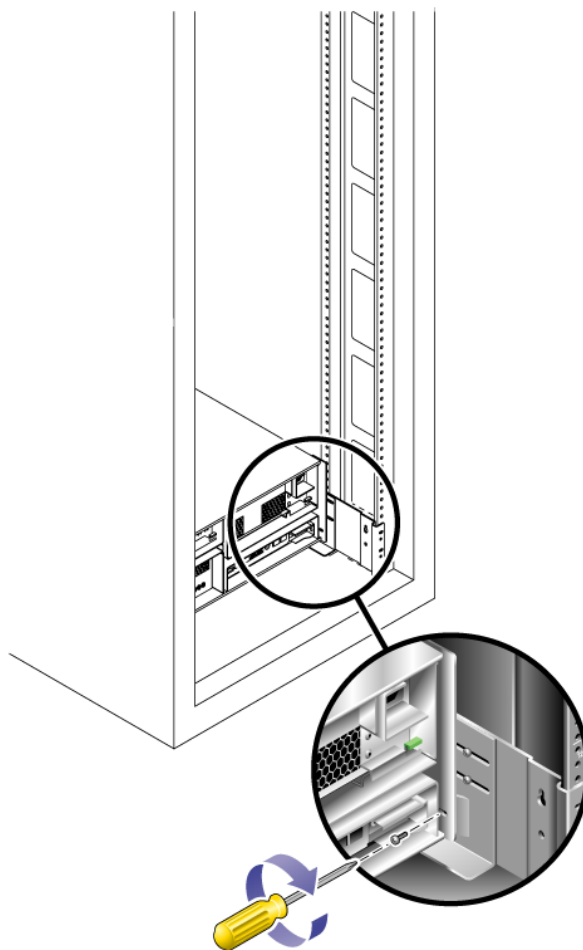

図 2-33 キャビネットレールの背面へのトレイの固定
4. トレイ背面の左右それぞれについて、6-32 ねじを差し込んで締め付け、キャビネットにトレイを固定します (図 2-33)。